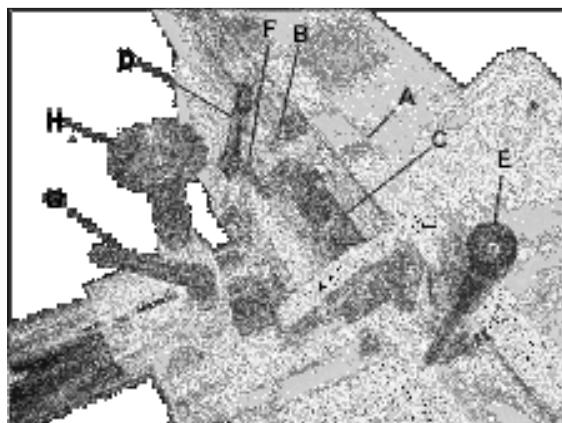

Рис. 22
Упор заготовки (A, Рис. 22) имеет возможность наклона назад и вперед на 45°. На упоре установлены ограничители для углов 90° (B, Рис. 22) и 45° (C, Рис. 22).
1. Ослабьте фиксирующую ручку (D, Рис. 22) и с помощью ручки (E, Рис. 22) наклоните упор вперед. ПРИМЕЧАНИЕ: во избежание появления царапин на поверхности стола слегка приподнимите упор во время наклона.
2. Затяните фиксирующую ручку (D, Рис. 22).
1. Ослабьте фиксирующую ручку (D, Рис. 22) и отверните ограничитель (F, Рис. 22) в сторону.
2. С помощью ручки (E, Рис. 22) установите угол наклона упора. ПРИМЕЧАНИЕ: во избежание появления царапин на поверхности стола слегка приподнимите упор во время наклона.
3. Затяните фиксирующую ручку (D, Рис. 22).
1. Ослабьте фиксирующую ручку (G, Рис. 22) и поворачивайте маховик (H, Рис. 22) против часовой стрелки для смещения упора вперед, по часовой стрелке для смещения упора назад.
2. Когда упор займет нужное положение, надежно затяните фиксирующую ручку (G, Рис. 22).
1. Ослабьте фиксирующую ручку (Рис. 22, D) и наклоняйте упор до тех пор, пока он не коснется ограничителя для угла 45° (C, Рис. 22).
3. Если необходима регулировка, ослабьте шестигранную гайку на стопорном винте (С, Рис. 22) и откручивайте или закручивайте винт, пока упор не встанет вровень с транспортиром.